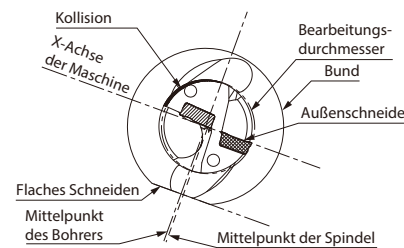

Abb. 4 Übermäßiger Offset (für kleinere Bohrdurchmesser)
- Stellen Sie den Bohrer mit der äußeren Wendeschneidplatte parallel zur x-Achse des Revolvers ein. (Abb. 4)